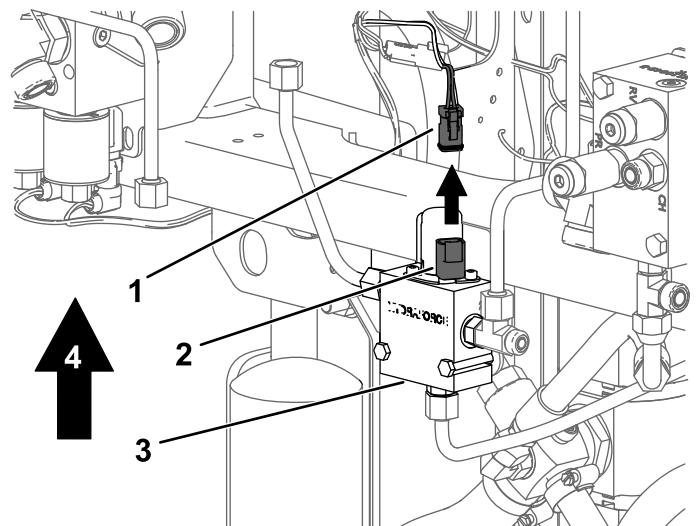

図 29
10. 3ウェイマニホールドからコイルを取り外す 図 29。